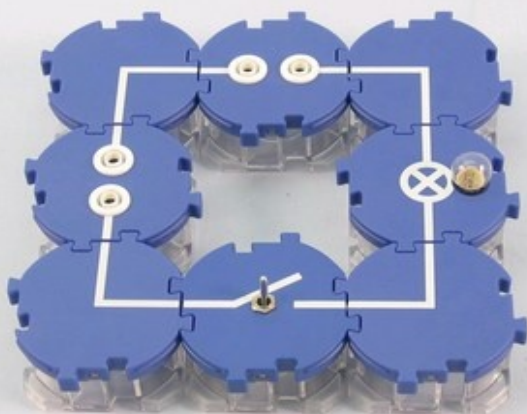
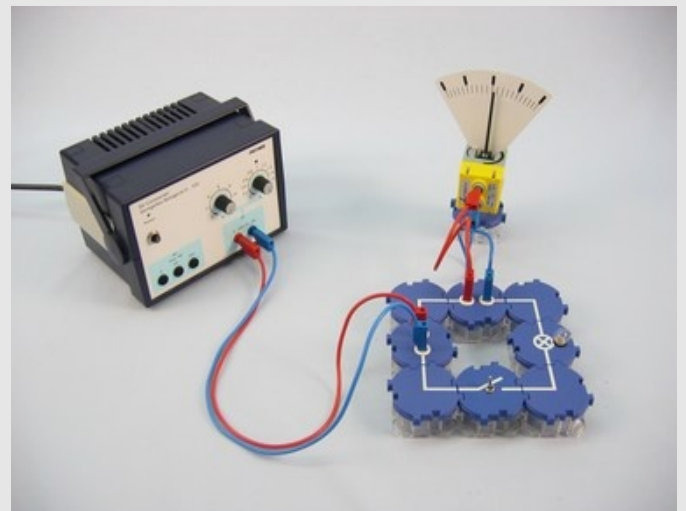

Abb. 4
Abb. 5
- Setze das Kimmlager des Galvanometers auf einen Leitungsbaustein mit Buchse und baue den Versuch entsprechend der Abb. 4 und Abb. 5.